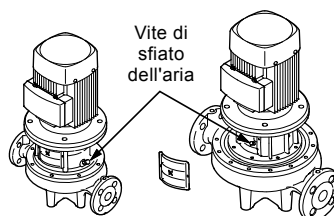

Fig. 15 Posizione della vite di sfiato dell'aria
1. Chiudere la valvola di intercettazione in mandata e allentare la vite di sfiato dell'aria nella lanterna motore. Vedi fig. 15.
2. Allentare la vite di sfiato dell'aria. Vedi fig. 15.
3. Spurgare la pompa durante l'avviamento, allentando la vite di sfiato dell'aria sulla lanterna motore fino a che dal foro della vite non fuoriesce un flusso ininterrotto di liquido. Vedi fig. 15.